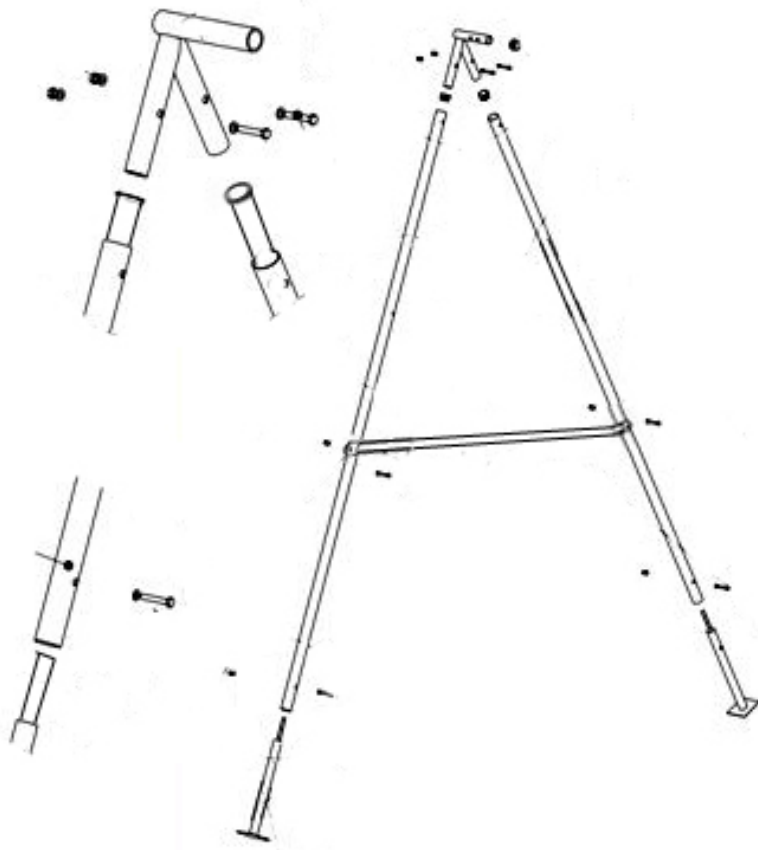

Рис. 1
**4.2.1.** Собрать две А-образные опоры из двух стоек, с помощью болтов и шайб. Присоединить к стойкам опоры и стойки фундаментные с помощью болтов и шайб. **Рис. 1.**